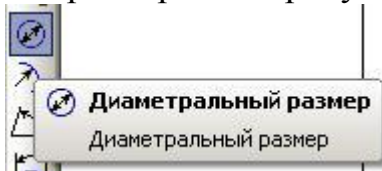

Рисунок 10 – Команда «Диаметральный размер»
- «Диаметральный размер» - см. рисунок 10